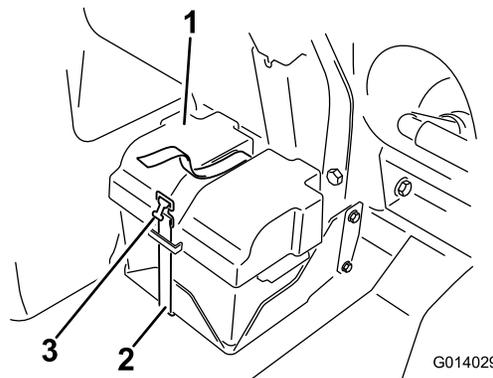

Рисунок 84
2. Снимите крышку аккумуляторной батареи и отсоедините отрицательный (черный, «земля») кабель от штыря аккумуляторной батареи (Рисунок 84).
4. Установите крышку аккумуляторной батареи и закрепите ее хомутом, снятым ранее (Рисунок 84).